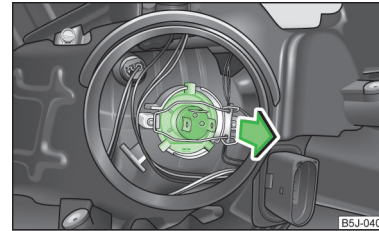

Abb. 162
- Den Stecker von der Glühlampe abziehen, den Sicherungsbügel entriegeln und die Glühlampe in Pfeilrichtung herausnehmen » Abb. 162.